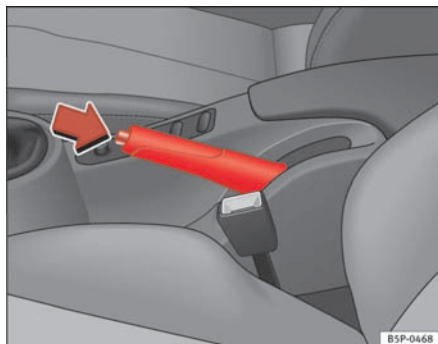

Fig. 151 Håndbremse mellem forsæderne
- Træk håndbremsearmen helt op ⇒ fig. 151.
- Træk håndbremsearmen et stykke opad, tryk låseknappen i pilens retning ⇒ fig. 151, og før håndbremsearmen helt ned ⇒